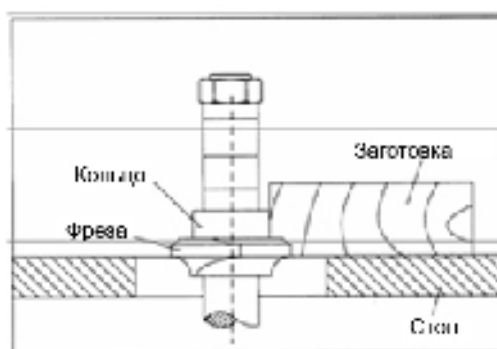

Рис. 4.7
2. При использовании кольца над фрезой, как показано на Рис. 4.7, процесс фрезерования не видно, но этот метод имеет преимущество в том, что на обработку не влияют незначительные отклонения толщины заготовки. Кроме того, случайный подъем заготовки не разрушит её; просто повторите операцию, чтобы исправить ошибку.